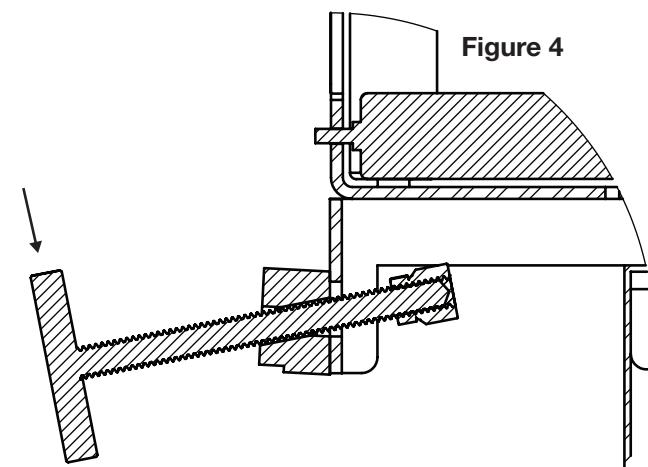
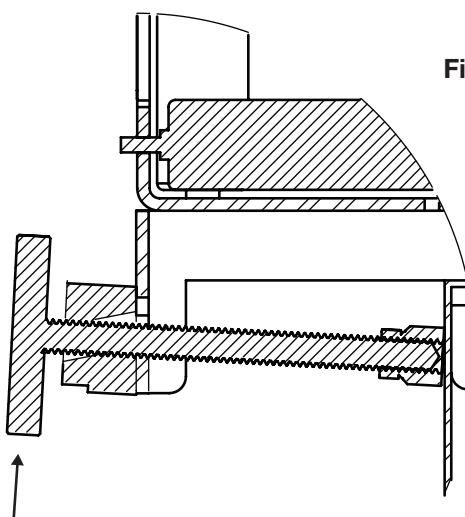

Figure 4
Figure 5
- Pour fixer le galet sur le chemin de câble, incliner la poignée comme illustré à la Figure 4 et pousser la poignée jusqu'à ce que son patin touche la bande du faisceau du chemin. Incliner ensuite la poignée dans l'orientation d'origine, comme illustré à la Figure 5, et tourner la poignée dans le sens horaire jusqu'à ce qu'elle soit serrée.
- Pour retirer le galet du câble, tourner la poignée dans le sens anti-horaire pour la desserrer, puis incliner la poignée (comme illustré à la Figure 4) pour la retirer. Le galet peut maintenant être retiré du chemin de câble.